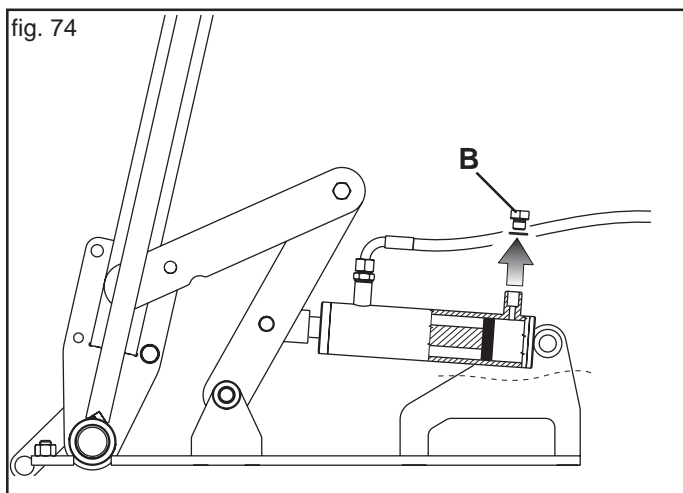

fig. 74
- Con segnafile chiuso (Fig. 74), togliere il tappo (B) su entrambi i cilindri oleodinamici.